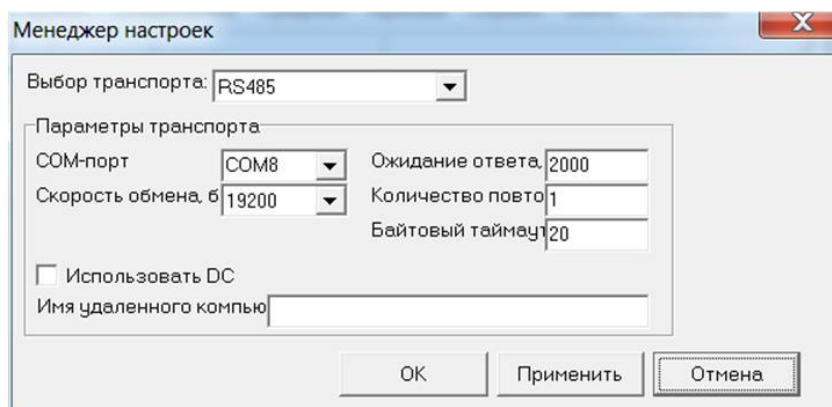

**Рис.5. Вид вкладки «Параметры программы».**
2.1.2. Перейти на вкладку **Параметры программы** в главном окне программы «Монитор» (рис.5) и удостовериться, что для параметра **Адрес** установлено значение 1 (как при выпуске из производства).
Нажать кнопку <**Настройка соединения**> (рис.5). В открывшемся окне **Менеджер настроек** (рис.6) установить требуемые значения параметров связи: